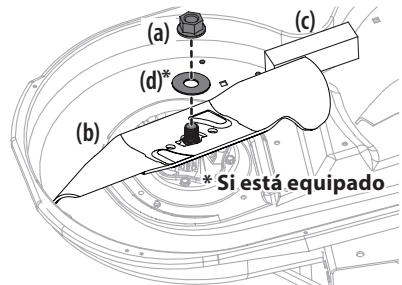

Figura 52
2. Use una llave de 15/16" para sostener la tuerca hexagonal en la parte superior del conjunto del husillo cuando afloje la tuerca hexagonal (a) y arandela (d)* que fijan la cuchilla (b). Se puede colocar un bloque de madera (c) entre el alojamiento de la plataforma y el borde de corte de la cuchilla (b) para ayudar a aflojar la tuerca hexagonal (a) y arandela (d)* que fijan la cuchilla. Vea la Figura 52.
3. Cuando reinstale las cuchillas, asegúrese de lo siguiente (vea la Figura 52):